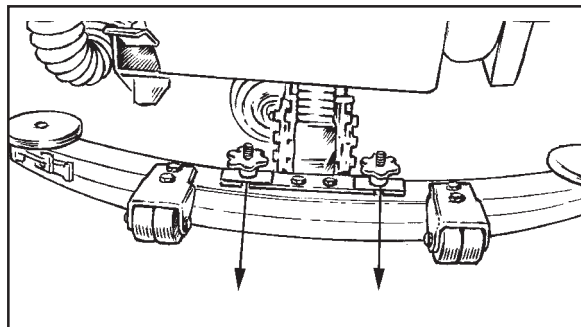

Abb. 37
1. Entfernen Sie das Saugleistenteil, indem Sie die zwei Knöpfe, die die Saugleiste an der Maschine befestigen, lockern. Ziehen Sie das Saugleistenteil ab. Siehe Abb.37.